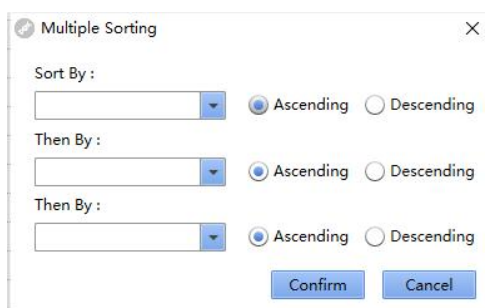

Fig 4-9
- **Sortare multiplă:** Faceți clic dreapta în zona Tabelului cu informații despre sonde, selectați **Sortare multiplă...** comandă și apare următoarea casetă de dialog (Fig 4-9). Puteți efectua mai multe tipuri de date pe acest ecran. De exemplu, dacă doriți să sortați valorile Ct ale diferitelor ținte din diferite proiecte în ordine crescătoare, selectați „Proiect”, „Target” și „Ct” în „Sort By”, „Then By” și, respectiv, „Then By”.